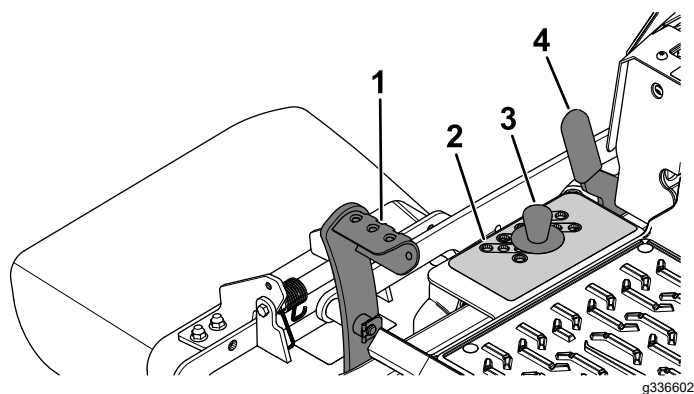

Figura 34
2. Pise el pedal de elevación de la carcasa y eleve la carcasa a la posición de TRANSPORTE (que es también la posición de altura de corte de 140 mm [5½"]) como se muestra en la Figura 34.
3. Para ajustar la altura de corte, retire el pasador del soporte de altura de corte (Figura 34).
4. Seleccione el taladro del soporte de altura de corte que corresponde a la altura de corte deseada, e inserte el pasador (Figura 34).